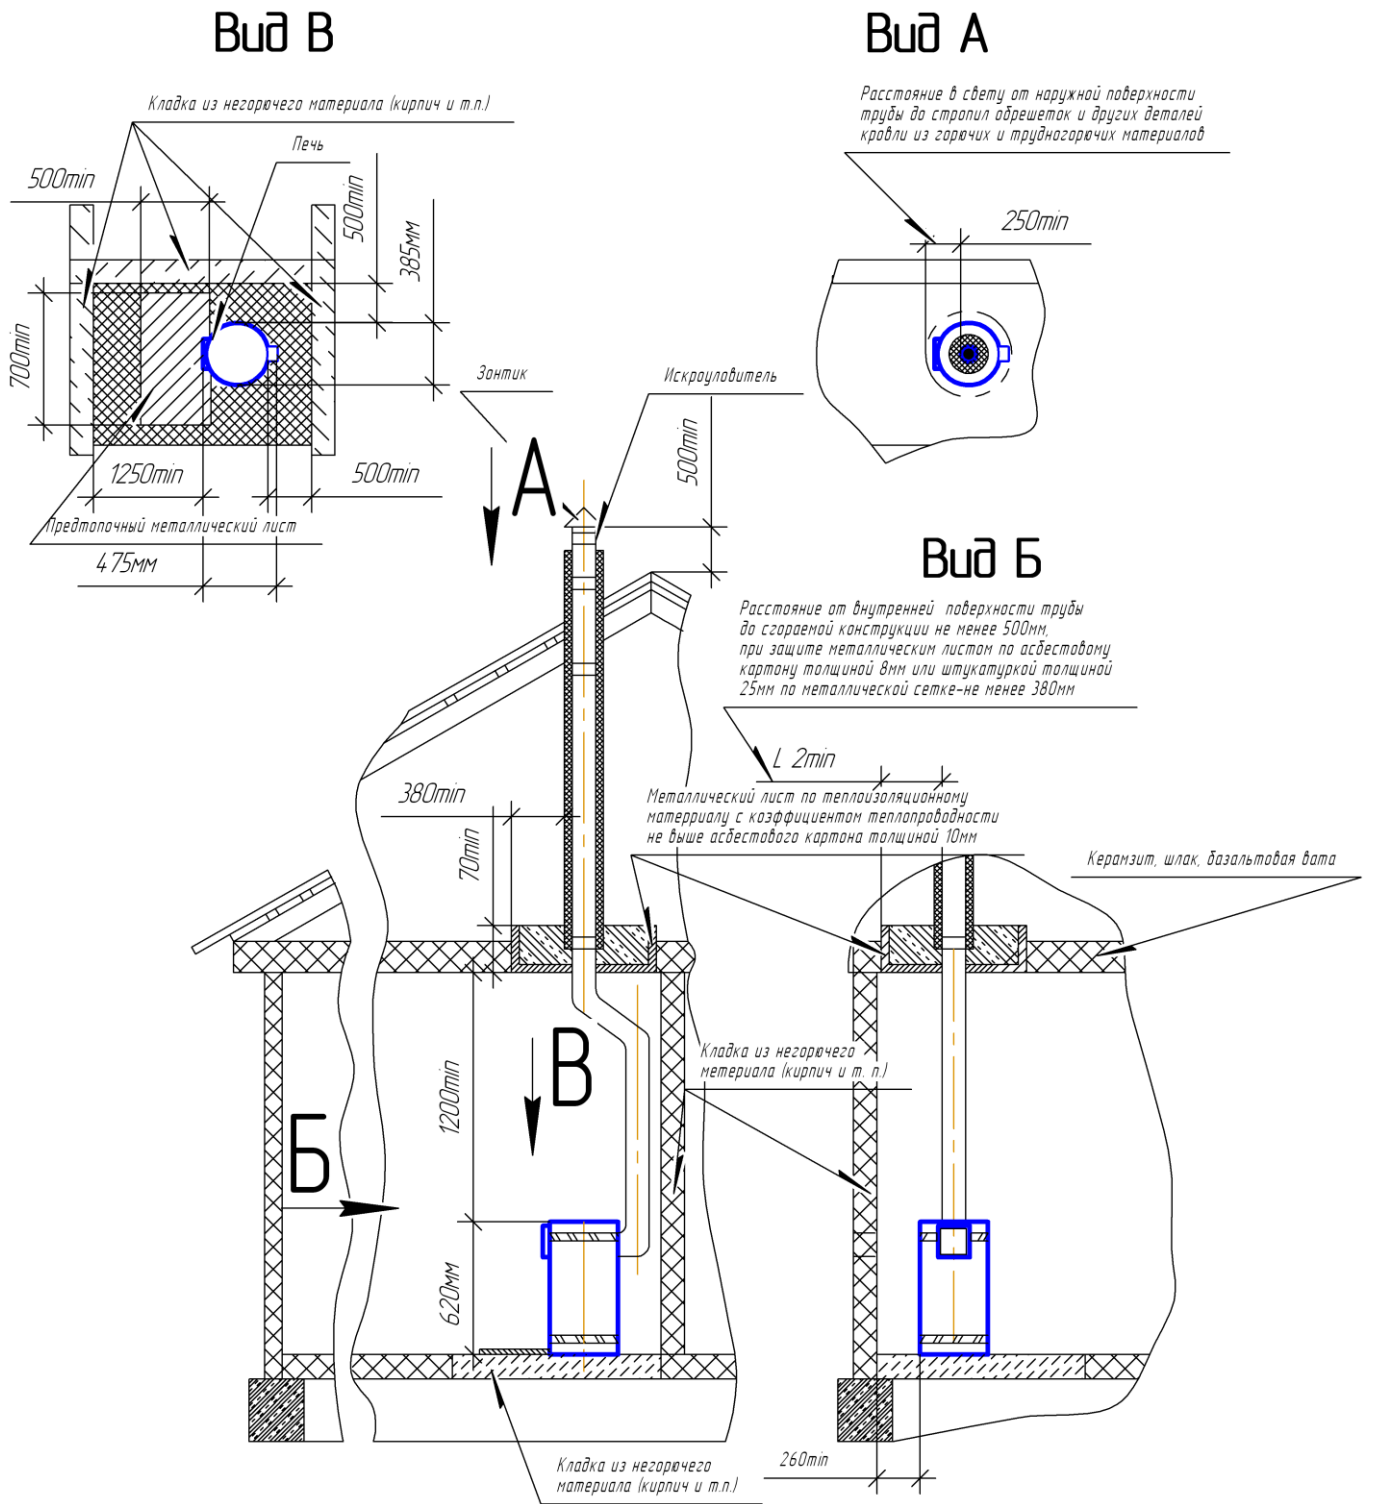

Рис. 2. Монтаж печи
5.1. Печь устанавливают (см. рис.2) на огнеупорном фундаменте, толщиной не менее 200 мм. Перед топкой для обеспечения пожарной безопасности должен находиться металлический лист размерами не менее 700x500 мм, расположенный широкой стороной к печи. Если пол помещения деревянный, его защищают от возгорания не менее чем двумя слоями кирпичной кладки (плашмя) на глиняном растворе. Между полом и кирпичами должен быть слой асбеста толщиной не менее 3 мм. Размер фундамента или кирпичной площадки должен выступать за габариты печи сзади и с боков на 100 мм, спереди на 500 мм.